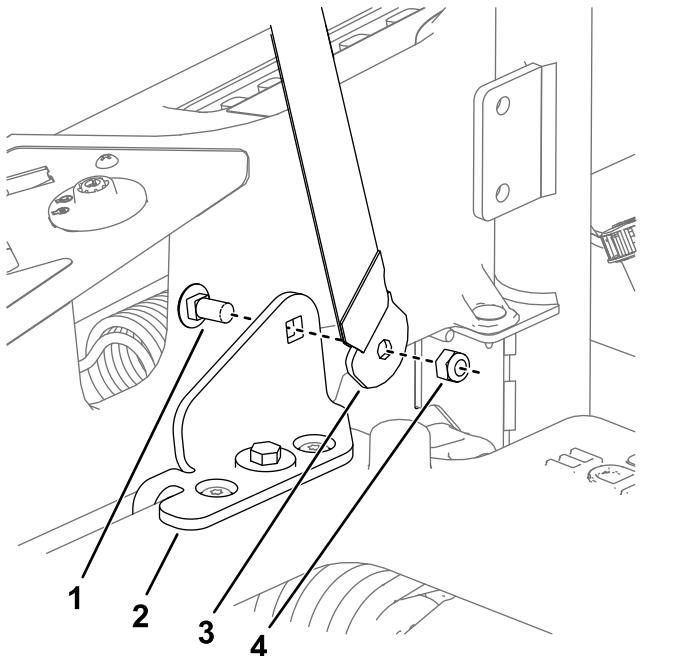

Figura 11
5. Instale a fivela e garfo do cinto de segurança no interior dos suportes do cinto de segurança com dois parafusos de carroçaria (7/16 x 1 pol.) e duas porcas de bloqueio (7/16 pol.), como se mostra na **Figura 11**.